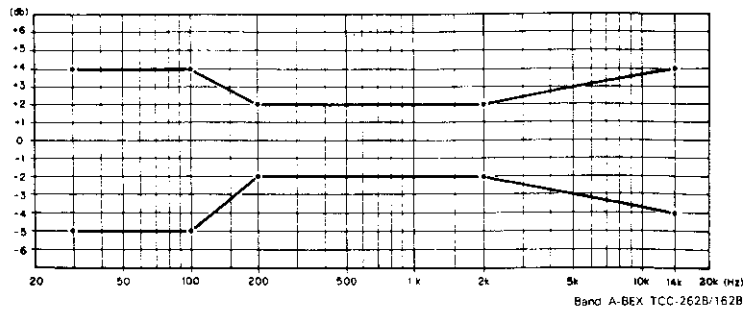

Abb. 4-1
| 1         | PLAYBACK GAIN                    | A-BEX TCC-130                              | Abb. 4-1     | PLAYBACK                   | RT-101 (L)RT-201 (R) | LINEOUT auf 775 mV (0 dBs) einstellen.   |
| 2         | Wiedergabe-Frequenz              | A-BEX TCC-162B, 262B                       | Abb. 4-1     | PLAYBACK                   |                          | sicherstellen, daß der Wiedergabe-Frequenzgang Abbildung 4-1 entspricht.   |